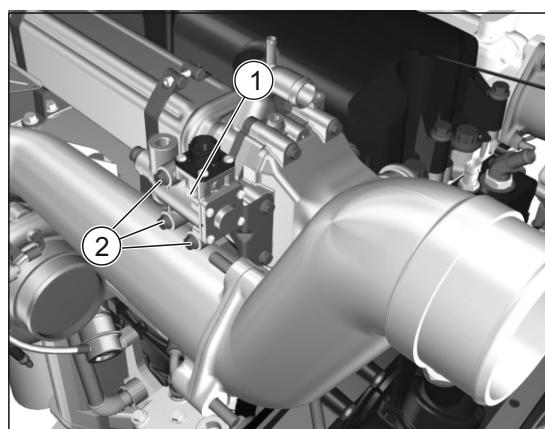

Рис.17. Снятие клапана заслонки EGR.
- Снять клапан (1) заслонки EGR (651.1213017), отвернув 3 болта (2) его крепления от кронштейна (см. Рис. 17).